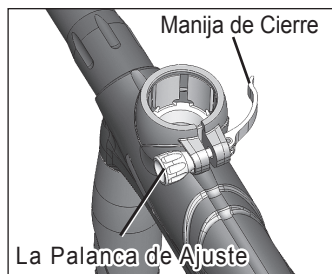

Figura 4: Cuello de Alimentación
- b. Abra el la **Manija de Cierre** (64). Instale la Tolva dentro del cuello de alimentación (63/62). Cierre la manija para asegurar la tolva al cuello de alimentación.
- c. Si es necesario ajustar la fuerza de agarre de la Manija de Cierre, abra la Manija de Cierre (Figura 4). De vuelta a la palanca de Ajuste (66) en sentido a las agujas del reloj para apretar (contrario a las agujas del reloj para soltarla) la fuerza de agarre de la Manija. Cierre la Manija y verifique la fuerza de agarre en la tolva.